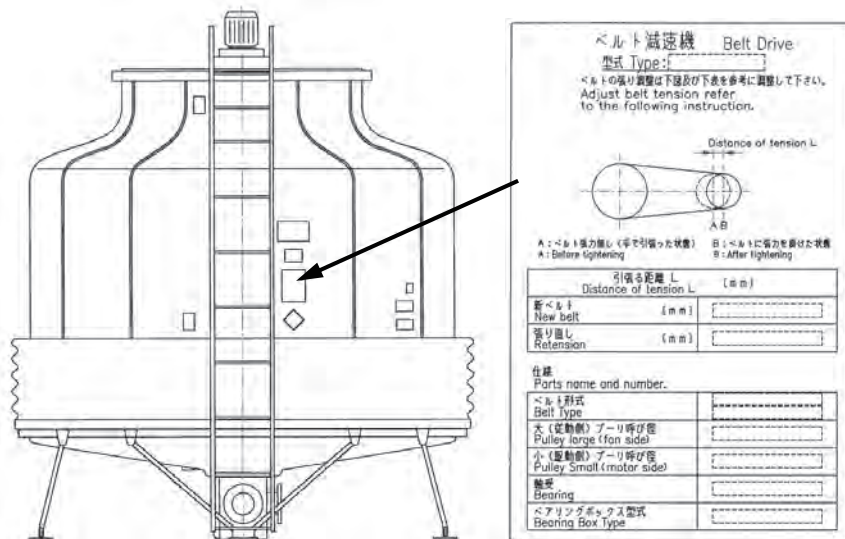

図 11-3 ベルト減速機ラベル
- g.引っ張る距離(L)は別に定めた規定値としてください。(図 11-3 ベルト減速機ラベルを参照してください。)
下記のラベル貼付位置及び 図 11-3 ベルト減速機ラベルを参照してください。
交換部品ベルトサイズは 図 11-3 ベルト減速機ラベル を参照ください。